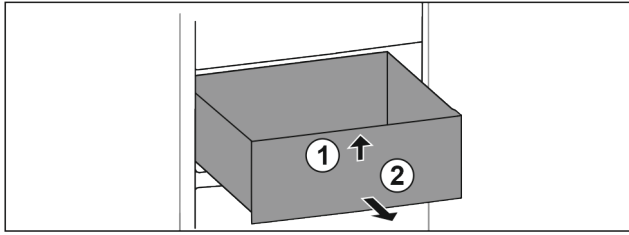

Fig. 18
- ▶ Lade aan de voorkant optillen. Fig. 18 (1)
- ▶ Lade naar voren toe verwijderen. Fig. 18 (2)